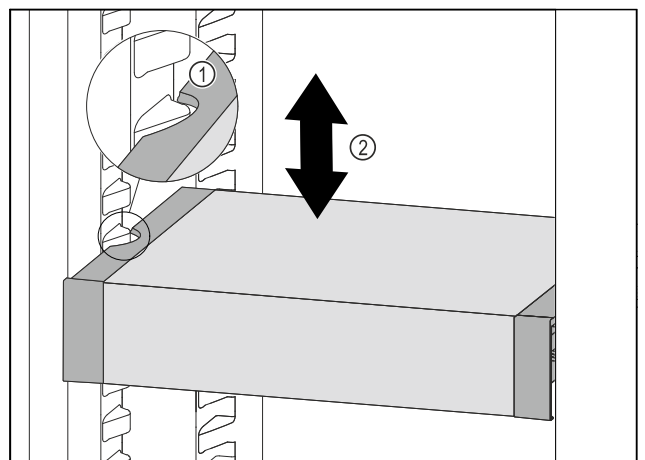

Fig. 35
- VarioSafe naar voren trekken tot de uitsparingen aan de zijkant van de VarioSafe zich ter hoogte van de rib in het koelgedeelte bevinden. Fig. 35 (1)
- VarioSafe in het koelgedeelte omhoog of omlaag bewegen tot de gewenste hoogte is bereikt. Fig. 35 (2)